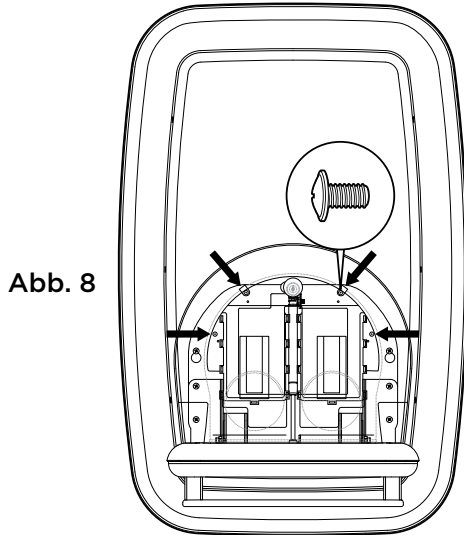

Abb. 8
- Befestigen Sie den Auflagenspender mit dem mitgelieferten Zubehör am Metallrahmen. **Abb. 8**